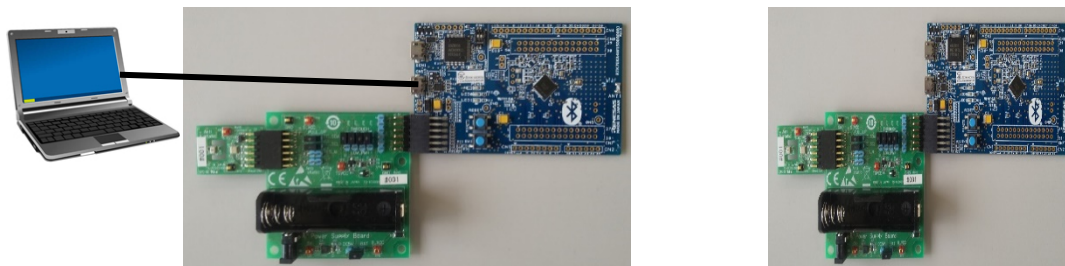

図 5-4 GUI との接続環境
- ・ **図 5-4 GUI との接続環境**で、EK-RA4W1 とセンサボード及び電源ボードを接続します。